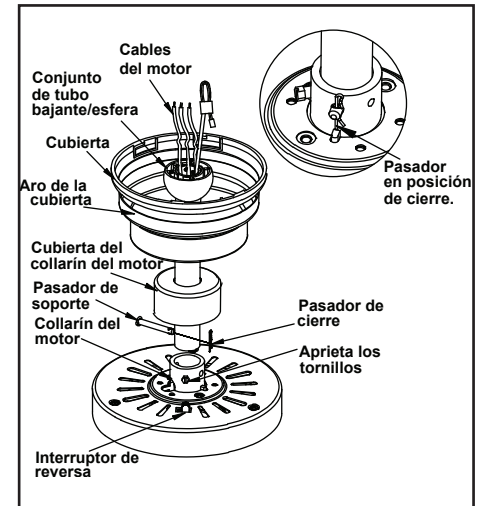

Figura 7
4. Inserta los cables que salen por la parte superior del motor del ventilador, a través de la cubierta decorativa del collarín del motor y enseguida por el aro de la cubierta. Asegúrate de que las ranuras queden en la parte superior. Inserta los cables a través de la cubierta y enseguida a través del conjunto del tubo bajante/esfera. (Figura 7)
6. Alinea los orificios en la parte inferior del tubo bajante con aquellos del collarín en la parte superior de la carcasa de motor. (Figura 7) Inserta con cuidado el pasador de soporte a través de los orificios del collarín y del tubo bajante. Ten cuidado de no apretar contra el cableado dentro del tubo bajante. Inserta el pasador de cierre en el orificio cercano al extremo del perno hasta que encaje en su posición, como se muestra en el círculo de la Figura 7.
Este ventilador se envía desde la fábrica con el interruptor de reversa en posición de hacer circular el aire hacia abajo. Si deseas encauzar el flujo de aire en sentido contrario, apaga el ventilador y espera a que las aspas se detengan; enseguida desliza el interruptor de reversa (ubicado en la caja de interruptores, consulta la Figura 7 de la página 4) hacia la dirección opuesta y a continuación vuelve a encender el ventilador. Las aspas del ventilador girarán en sentido contrario e invertirán la corriente de aire.